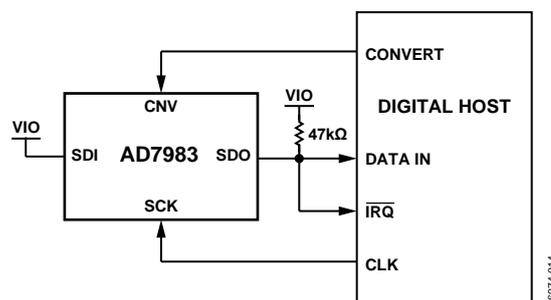
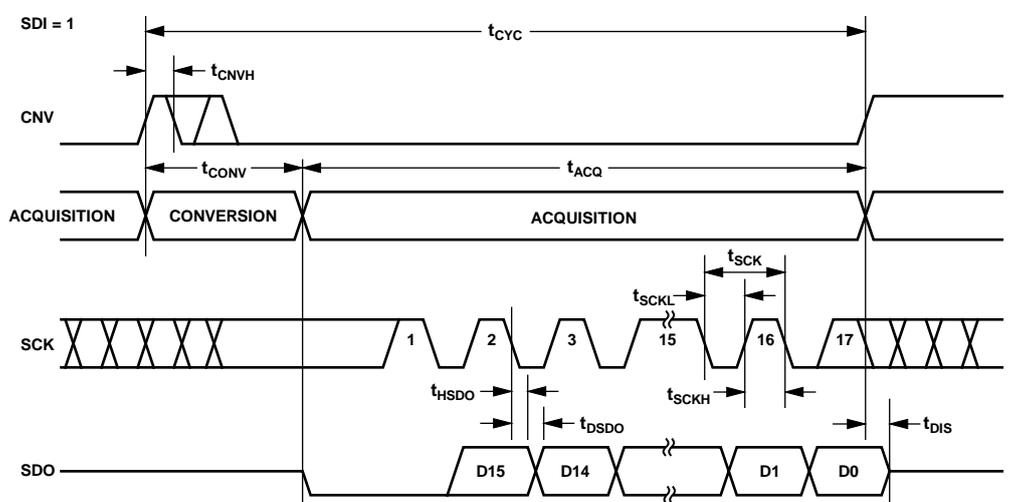
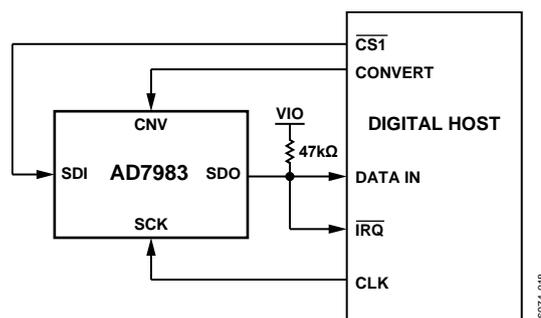
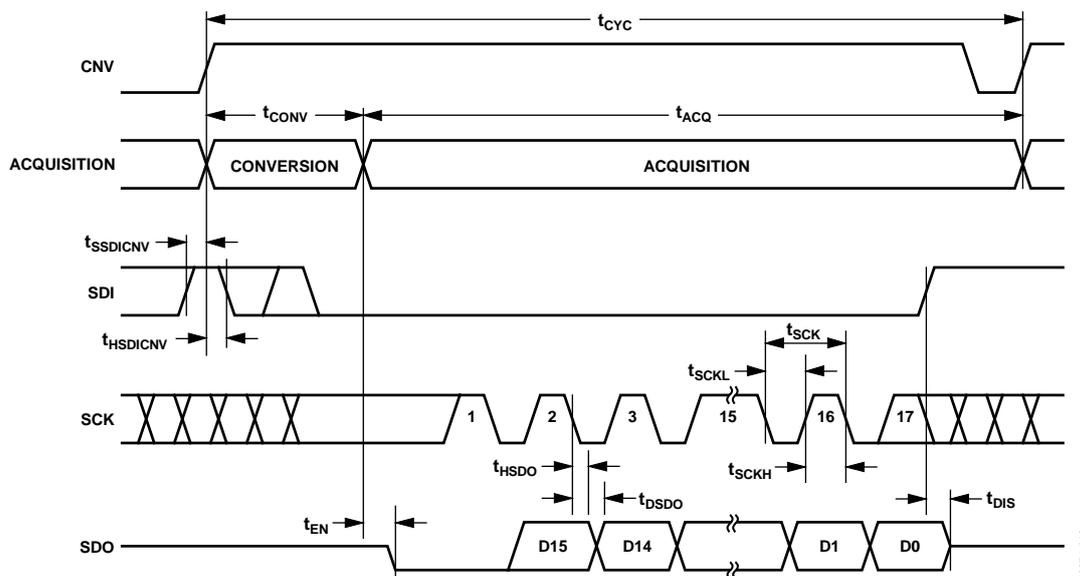

図 28. CS モード 3 線式、ビジー表示ありの接続図 (SDI ハイ・レベル)
図 29. CS モード 3 線式、ビジー表示ありのシリアル・インターフェース・タイミング(SDI ハイ・レベル)
図 32. \overline{CS} モード 4 線式、ビジー表示ありの接続図
図 33. \overline{CS} モード 4 線式、ビジー表示ありのシリアル・インターフェース・タイミング
- $\overline{\text{CS}}$ モードでは、ADC 変換が終了したとき CNV または SDI がロー・レベルになった場合(図 29 と図 33 参照)。
接続図を図 28 に、対応するタイミングを図 29 に、それぞれ示します。
接続図を図 32 に、対応するタイミングを図 33 に、それぞれ示します。